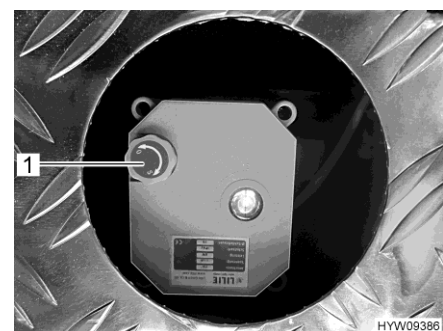

Fig. 213 Molette (vanne pour eaux usées)
- Pour ouvrir la vanne pour eaux usées, tirer la molette (Fig. 213,1) vers le haut et tourner jusqu'en butée dans le sens inverse des aiguilles d'une montre. Le sens de rotation (O pour ouvrir, S pour fermer) est indiqué sur la molette à réglage.
- Pour fermer la vanne pour eaux usées, tirer la molette (Fig. 213,1) vers le haut et tourner jusqu'en butée dans le sens des aiguilles d'une montre.